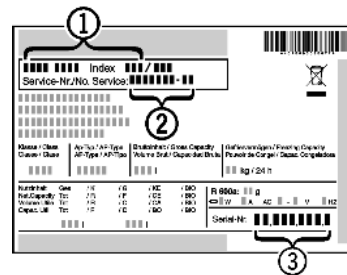

Fig. 20
- ▶ Identificați denumirea aparatului *Fig. 20 (1)*, numărul de service *Fig. 20 (2)* și numărul de serie *Fig. 20 (3)* pe marca de fabricație. Marca de fabricație se află pe partea stângă în interiorul aparatului.
- ▶ Informați serviciul de asistență a clienților și comunicați tipul defecțiunii, denumirea aparatului *Fig. 20 (1)*, numărul de service *Fig. 20 (2)* și numărul de serie *Fig. 20 (3)*.